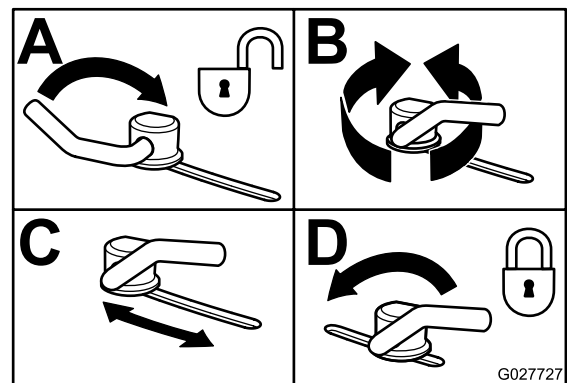

Figura 37
3. Para ajustar los bloqueos de leva, levante la palanca para aflojar el bloqueo de leva (Figura 37).
5. Devuelva la palanca a su posición original para apretar el deflector y los bloqueos de leva (Figura 37).